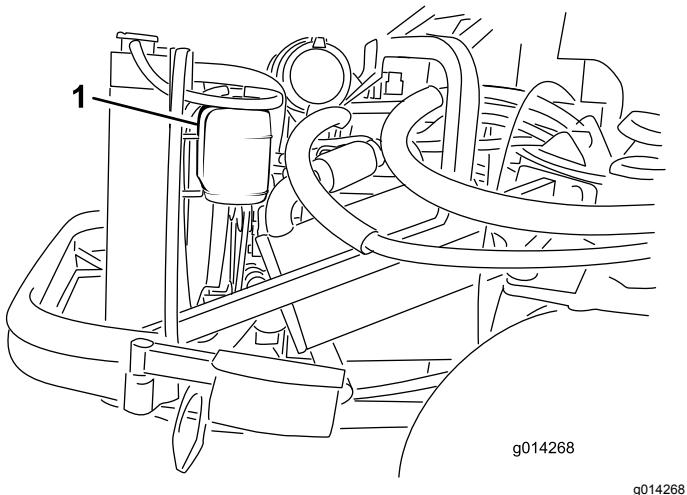

Figura 41
1. Controllate il livello di refrigerante nel serbatoio di espansione (Figura 41). Il livello di refrigerante deve essere compreso tra i segni previsti sul lato del serbatoio.